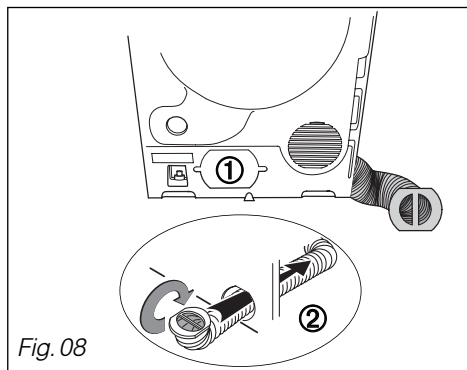

Fig. 08
– Sortie d'air latérale gauche (Fig.08)
- passez l'ensemble gaine et poignée à travers le panneau. Pour cela orientez la poignée (Fig. 08 ②).
- dégagez le cache (Fig. 08 ①) à l'aide d'une pince coupante.